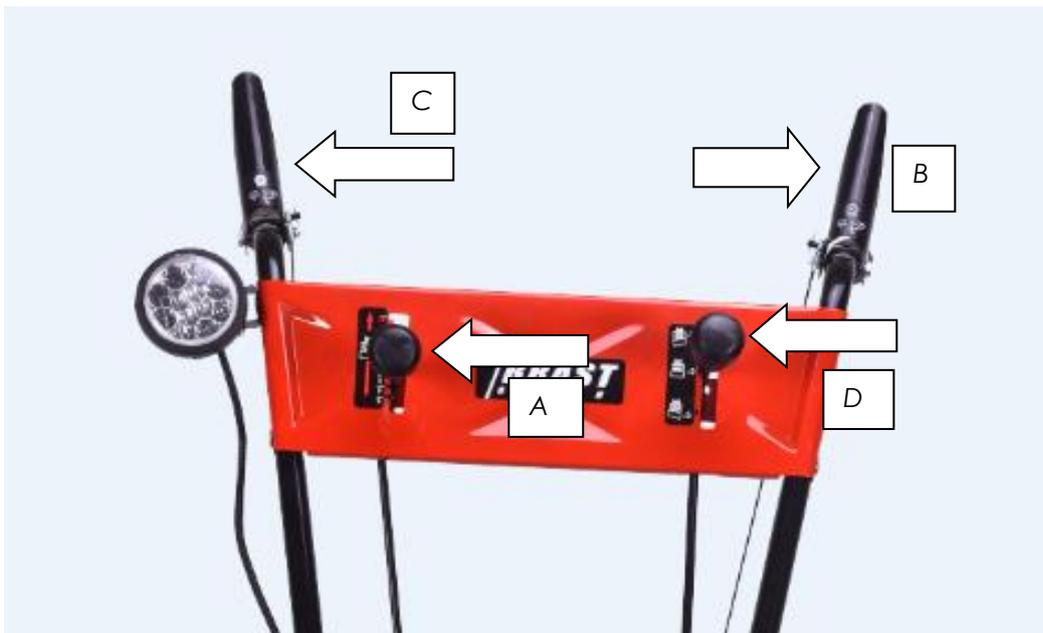

Abb. 16
- Zum Vorwärtsfahren legen Sie einen Vorwärtsgang (Abb 16 A) ein (siehe auch Kapitel 7.3) und drücken Sie den Selbstantriebshebel (Abb. 16 B).
- Zum Rückwärtsfahren legen Sie einen Rückwärtsgang ein (Abb. 16 A) (siehe auch Kapitel 7.3) und drücken Sie den Selbstantriebshebel (Abb. 16 B).
- Damit sich die Bürste dreht, drücken Sie den Hebel Abb. 16 C.
- Drücken Sie den Winkeleinstellungs-Hebel für den Kehrbesen nach oben bzw. unten, um den Kehrbesen beidseitig um etwa 15° zu drehen. (Abbildung 16 D)